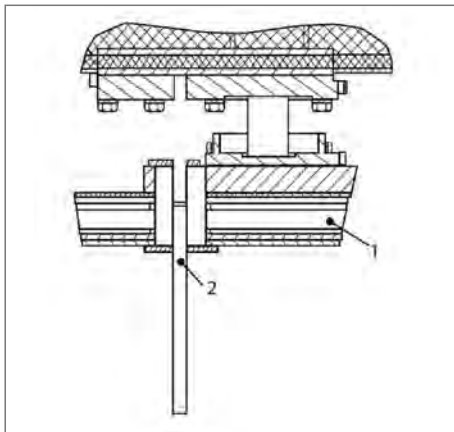

Abbildung 73
2. Schieben Sie die Gewindestange (Abb. 73 | 2) bis zu einer Tiefe zwischen Palletank® und Behälterrahmen in die Bohrung für die Transportsicherung unter dem Behälterrahmen (Abb. 73 | 1) ein.